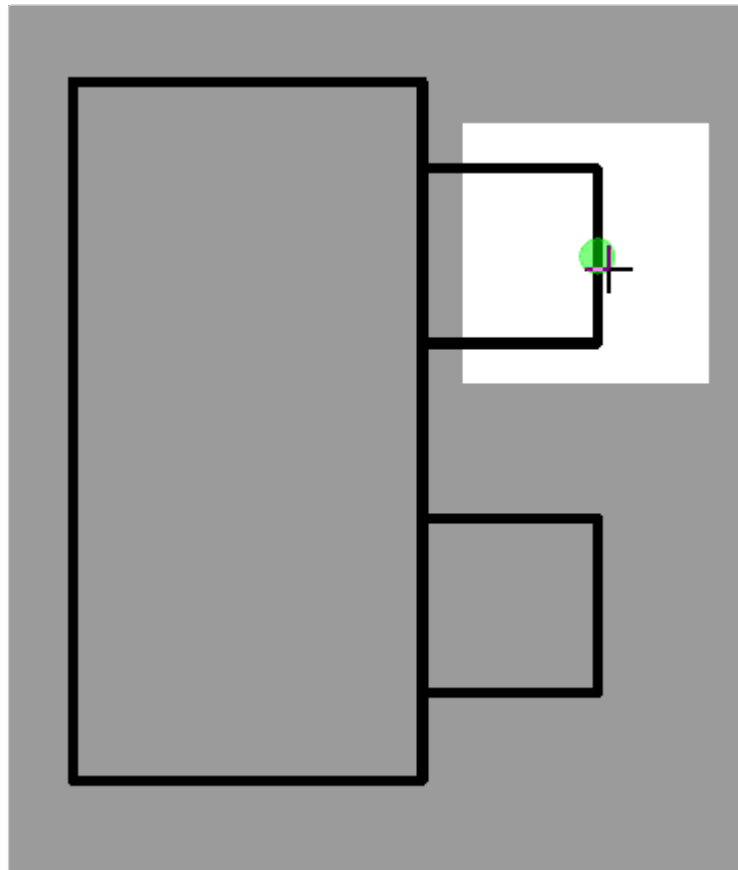

Рисунок 261. Значок, сигнализирующий о возможности начать создание линии связи
- 4) Подвести курсор мыши к порту одного устройства или существующей линии связи. При наведении на доступный для соединения порт или свободное место на линии связи появится зеленый кружок, сигнализирующий о возможности начать создание линии связи (см. рисунок 261).